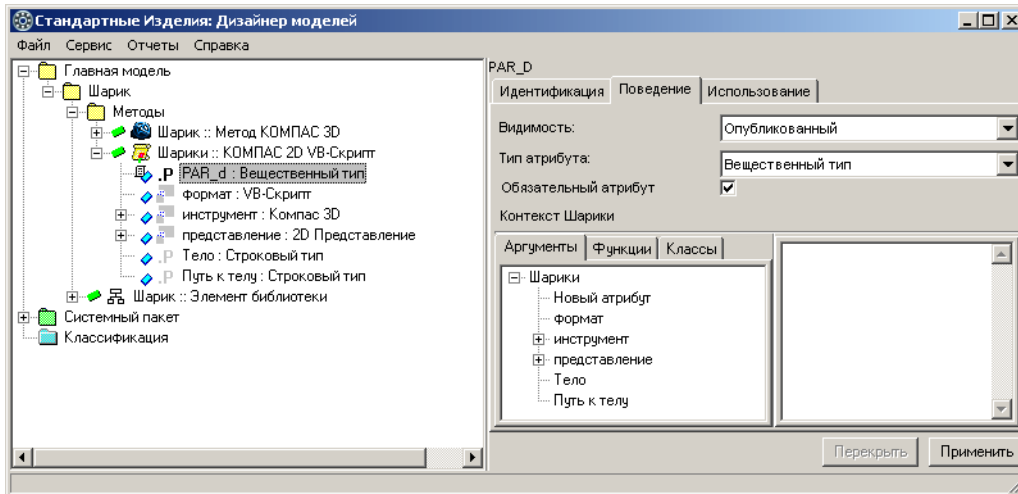

Рис. 3.31.
- Введите название атрибута – *PAR_d*, после чего нажмите клавишу *<Enter>*. Атрибут *PAR_d : Вещественный тип* будет добавлен в список атрибутов метода *Шарики*, станет доступна кнопка **Применить** (рис. 3.31).